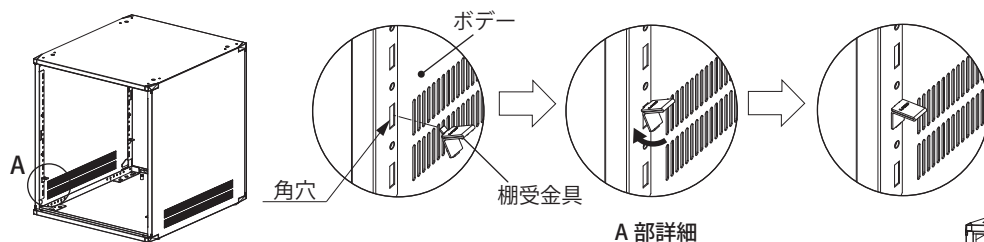

図 4
1. ボデーの角穴 (4 か所) に付属の棚受金具を取り付けてください。(図 4)